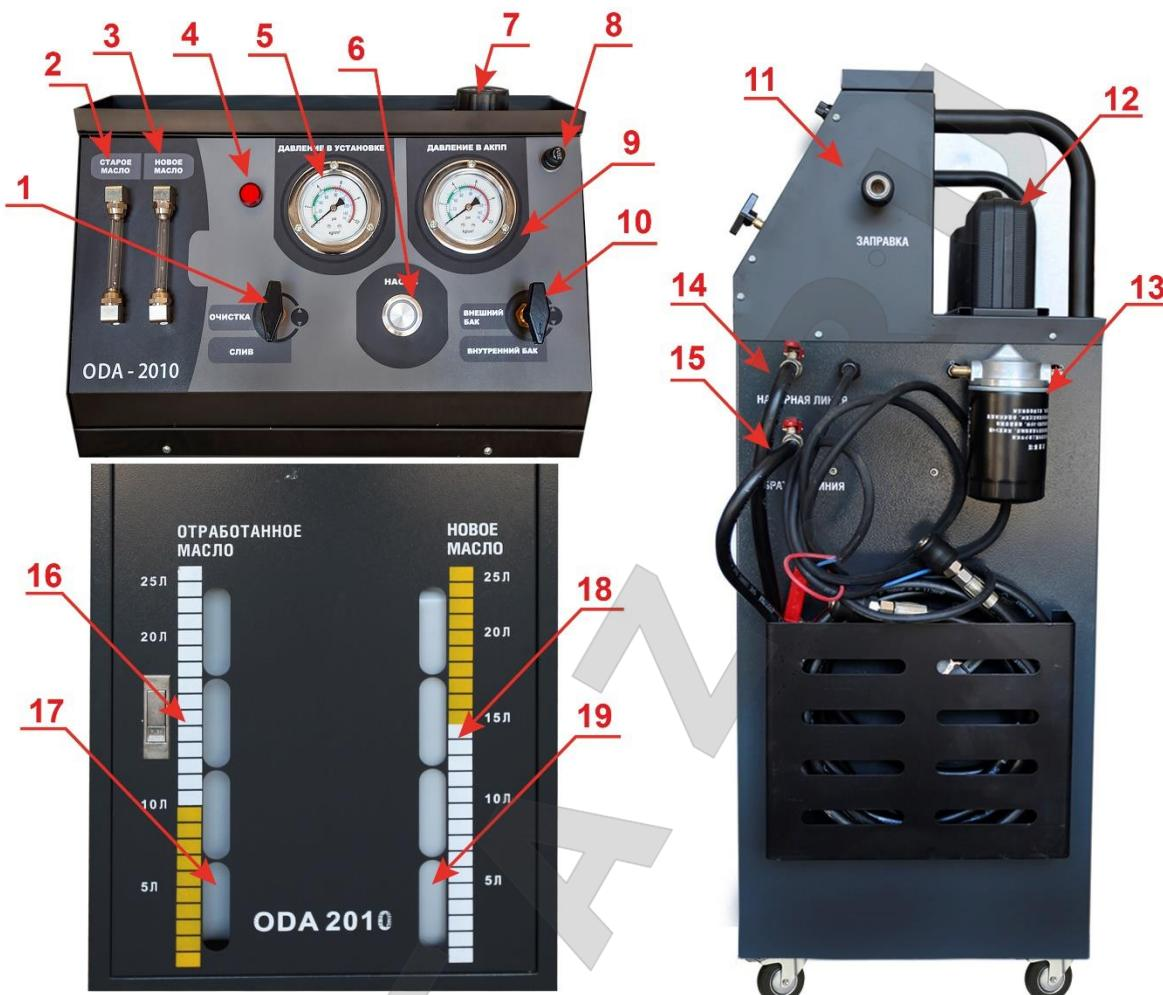

Рис. 3 Устройство изделия в сборе
4. Шланг из набора адаптеров подсоедините одним штуцером к Разъему-2 (рис.3 п.11), а другой конец шланга опустите в емкость с жидкостью для промывки АКПП.
5. Установите переключатель-1 (рис.3 п. 1) в положение «Очистка».
6. Установите переключатель-2 (рис.3 п. 10) в положение «Внешний бак».
2. Отсоедините шланг от Разъема-2 (рис..3 п. 11) «Подключение внешней емкости».
3. Откройте крышку заливной горловины (рис..3 п. 7) и залейте масло НЕ МЕНЕЕ ПОЛУТОРА ОБЪЕМОВ от номинала согласно техническим характеристикам АКПП для вашей модели автомобиля.
4. Установите переключатель-1 (рис.3 п. 1) в положение «Очистка».
5. Установите переключатель -2 (рис.3 п. 10) в положение «Внутренний бак»
7. Установите переключатель-1 (рис.3 п. 1) в положение «СЛИВ». Процесс замены наблюдайте через смотровые трубки. Равномерный слив и подача масла контролируется по мерным линейкам (рис.3 п. 16/18). Когда цвет трубки (залива) будет совпадать с цветом трубки (слива), процесс замены считается законченным.
Для удаления отработанного масла, из емкости (рис.3 п. 17) аккуратно выньте шланг из горловины, извлеките емкость из установки, а затем слейте жидкость в емкость для сбора и хранения отработанного масла.
6. (несмотря на высокое давление), поменяйте масляный фильтр (13, рис.3).